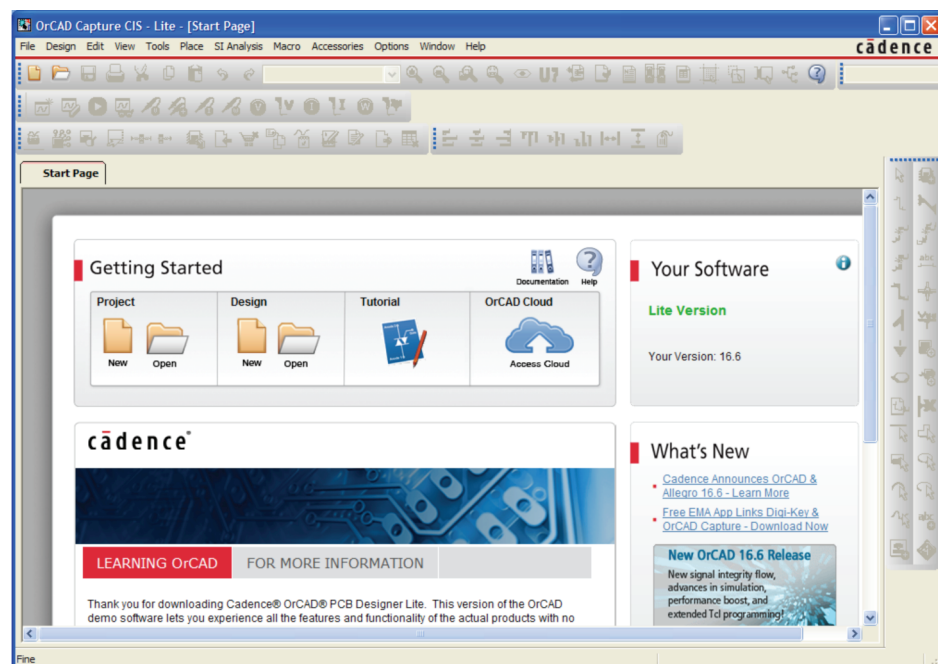

Figura 1.1
**Start>Programmi>Cadence>OrCAD16.6 Lite>OrCAD Capture CIS Lite.** Quando il programma si avvia appare la schermata in Figura 1.1.